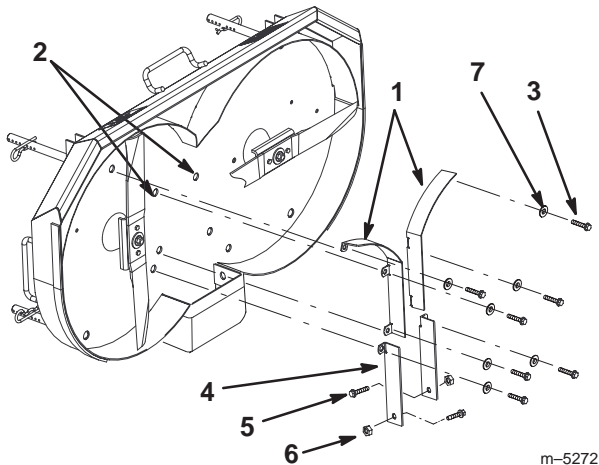

Bild 38
2. Entfernen Sie die Schrauben, Scheiben, die Sicherungsmuttern der linken und rechten Fangkorbablenker, die Schlossschrauben sowie die linken und rechten Auswurfkanal-Ablenker vom Schneidwerk (Bild 38).
Wichtig Zum Mulchen müssen Sie alle Fangkorb- und Auswurfkanal-Ablenker entfernen (Bild 38).
3. Positionieren Sie die vorderen linken und rechten Fangkorbablenker an der Innenseite des Schneidwerks und befestigen Sie sie mit den Schrauben an den Befestigungsmuttern (Bild 38).
4. Positionieren Sie die hinteren linken und rechten Auswurfablenker an der Innenseite des Schneidwerks. Befestigen Sie die Ablenker mit Schrauben und Scheiben von der Unterseite und mit den Schlossschrauben von der Innenseite des hinteren Auswurfs am Schneidwerk. Befestigen Sie die Schlossschrauben mit Sicherungsmuttern (Bild 38).